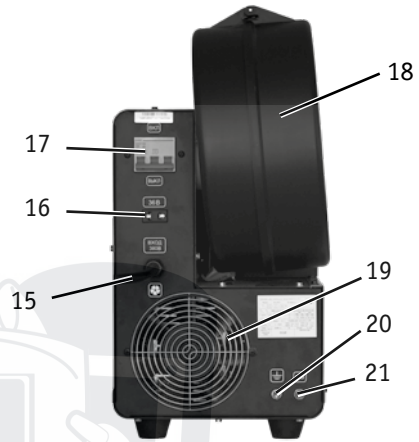
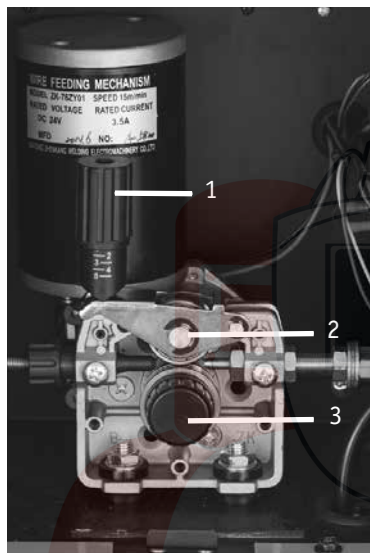

Рис. 1.2. Задняя панель аппарата.
Рис. 3. Схема подключения оборудования для MIG, MAG и FCAW сварки
1. Откройте защитный кожух (поз. 18, рис. 1.2) и наденьте на ось катушку с проволокой, закрепите её путём закручивания гайки посадочной оси.
6. Вставьте разъем сварочной горелки (поз. 5, рис. 3) в евроразъем (поз. 4, рис. 3) и прикрутите его.
10. Соедините один конец газового рукава с аппаратом через штуцер (поз. 21, рис. 1.2), а другой конец с газовым редуктором баллона (поз. 1, рис. 3). Убедитесь, что при открытом клапане баллона нет утечки газа. Вилку редуктора подключите к розетке аппарата 36 вольт (поз. 16, рис. 1.2). Откройте редуктор и выставьте значение давления газа, обеспечивающего необходимый расход согласно таблицам 2А и 3А ПРИЛОЖЕНИЯ А настоящего руководства